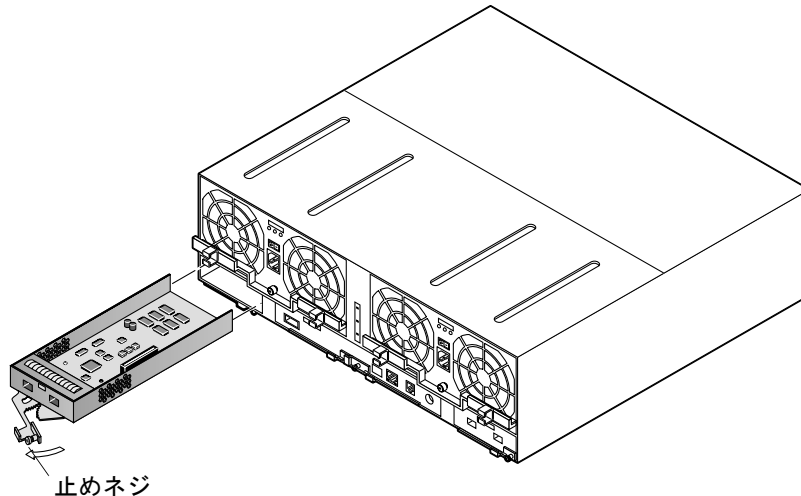

図 6-13 インターコネクタカードの取り外し
4. プラスの止めネジを緩めて、ラッチハンドルのロックを解除します (図 6-13)。